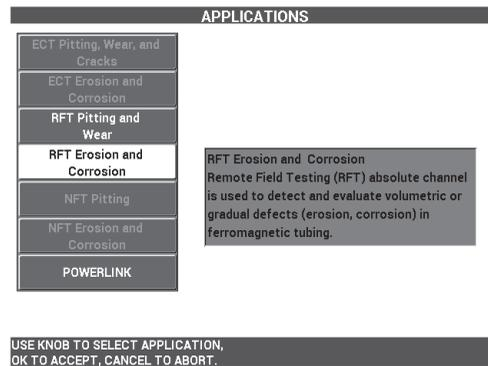

Figura 5-212 Aplicación RFT para erosión y corrosión
2. Seleccione la opción **CONTINUE** (continuar) [pulse la tecla de función A); después, use la rueda de ajuste para seleccionar la aplicación **RFT Erosion and Corrosion** (RFT para erosión y corrosión) y, luego, pulse la tecla ✓ para aceptar (vea la Figura 5-212 en la página 302).